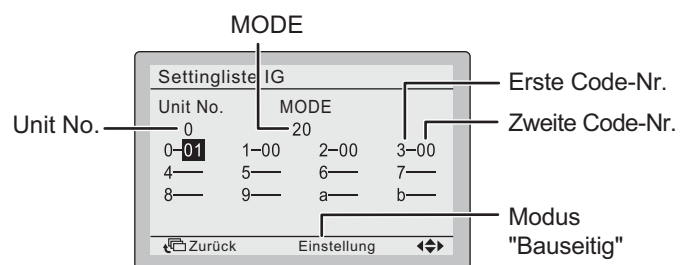

Abb. 30
- In der Feldeinstellung-Betriebsart Betriebsart-Nr. 12 wählen und dann die erste Code (Schalter)-Nr. auf "1" stellen. Dann die zweite Code (Position)-Nr. für ZWANGSMÄSSIGES AUS auf "01" und für EIN/AUS-BETRIEB auf "02" stellen (Werkseinstellung ZWANGSMÄSSIGES AUS). (Siehe Abb. 30)